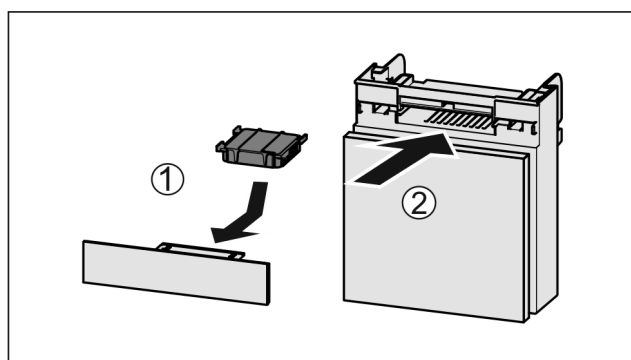

Fig. 58
- ▶ Actiefkoolfilter overeenkomstig afbeelding aanbrengen Fig. 58 (1).
- ▶ Lade erin schuiven Fig. 58 (2).